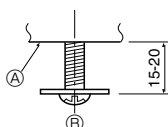

Fig. 9-5
9.4.1. Preparativos (Fig. 9-5)
- Instale os dois parafusos incluídos com arruelas ② na unidade principal (na área do tubo de drenagem do canto e no canto oposto) tal como demonstrado no diagrama.